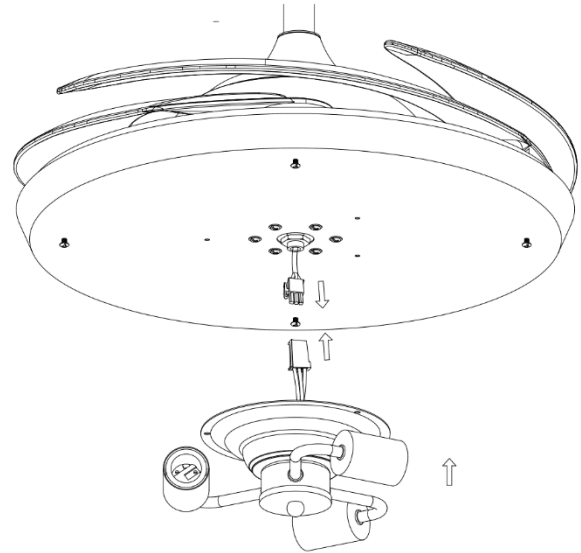

Fig. 10
2. Conecte el conector rápido a la pieza del soporte de la lámpara. (Fig. 10)